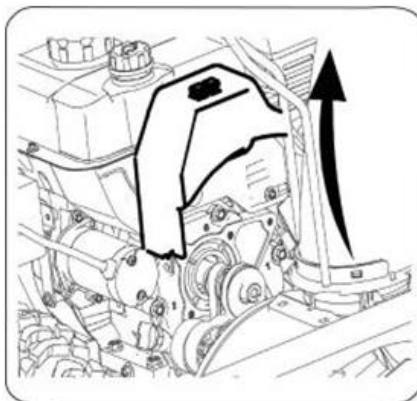

Рисунок 24
1. Открутите два самонарезающих винта и снимите кожух ремня в передней части двигателя (рис.24).